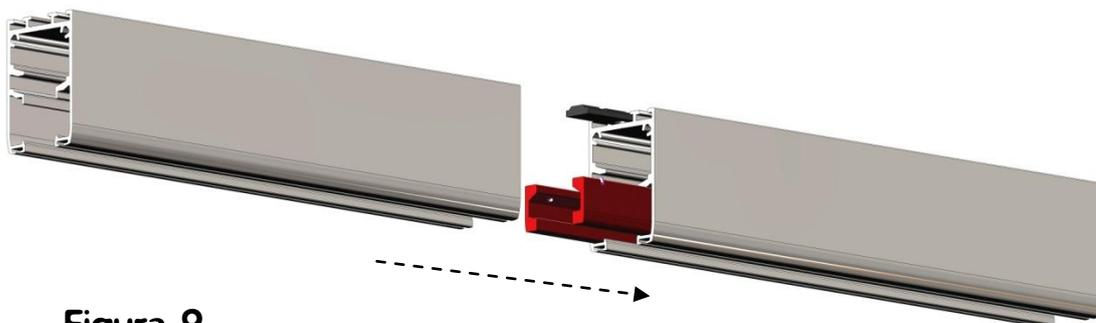

Figura 9
- Introducir las uniones de perfiles superiores en uno de los tramos a unir. (figura 9)